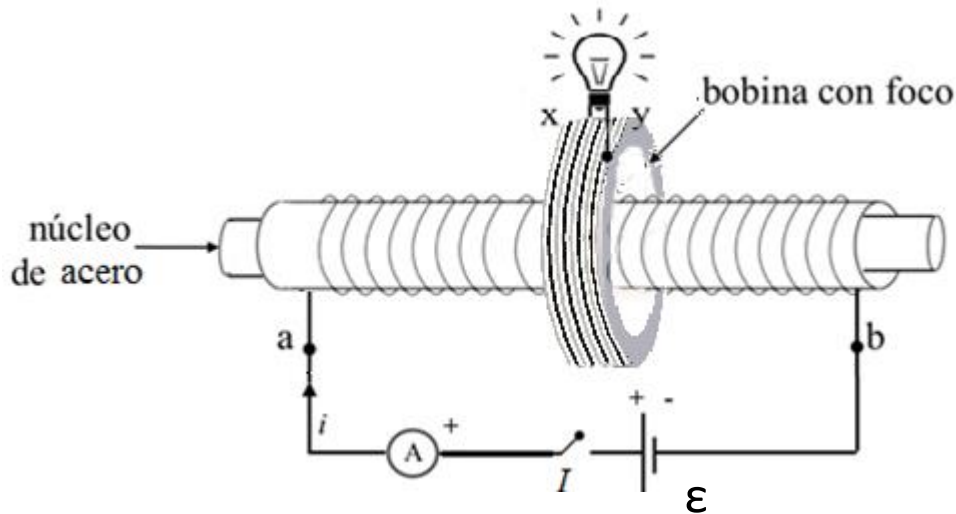

Figura 12.2. Esquema de conexión.
- c) Con el mismo dispositivo experimental del inciso anterior, sustituye la fuente de fem alterna y en su lugar coloca la fuente de diferencia de potencial continua, con un valor de 10 [V] y mide la corriente (i) en el circuito; como se muestra en la figura 12.2.